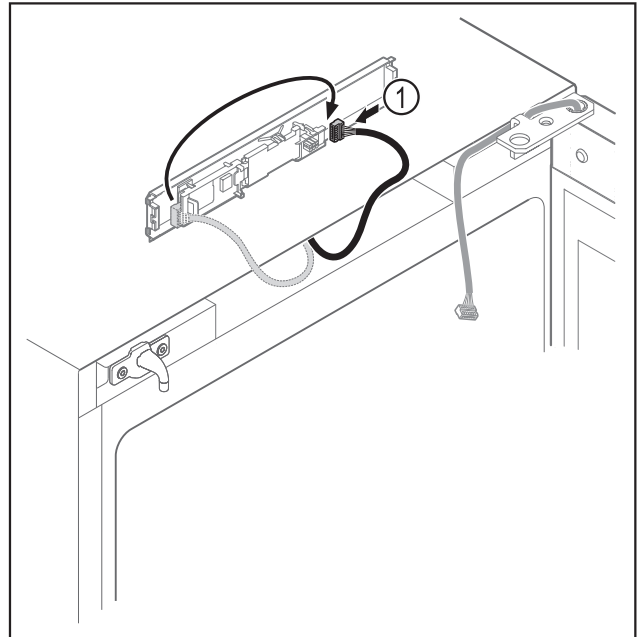

Fig. 13
- ▶ Sett pluggen Fig. 13 (1) om på kretskortet.